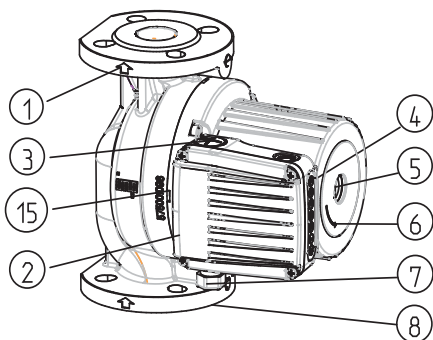

Abb.2
- Die Durchflussrichtung des Fördermediums muss mit dem Pfeil auf dem Pumpengehäuse übereinstimmen (Abb. 2 – Pos. 1).
- Anschlussflanschen sind NP 6/10 (Abb.2 – Pos.8)
- SCRF Pumpen verfügen über ein einfaches Hydraulikgehäuse (Abb.2 – Pos.8)
Das Hydraulikgehäuse der Pumpe darf nur bis zum Spalt zwischen dem Motor und dem Hydraulikgehäuse isoliert werden. Öffnungen zur Kondensatableitung aus dem Statorraum müssen immer frei bleiben, dass gleiche gilt für den Einsatz der Pumpe in Heizsystemen, wenn eine Wärmeisolierung des Hydraulikgehäuses vorgenommen wird (Abb. 2, 3, Pos. 15). Das Elektromotorgehäuse, in dem sich Öffnungen zur Kondensatableitung befinden, darf nie isoliert werden!
Der Einspeiseleiter wird über die Einführung M20 (Abb.2 – Pos.7) angeschlossen.
Lagern. Darum muss vor der Inbetriebnahme die Pumpe mit Wasser gefüllt und entlüftet werden. Zur Entlüftung der Pumpen wird die Schraube auf der Hinterseite des Elektromotors (Abb.2-Pos. 5) herausgeschraubt. Aus der Spalte zwischen der Motorwelle und dem Lager strömt Luft heraus. Wenn Wasser heraustropft, schließen sie die Ventile auf der Ansaug- und Druckseite der Pumpe und starten sie die Pumpe. Die eingebaute Anzeige zeigt ein Drehen der Pumpenachse in die falsche Richtung mit mehrfachen Blinken des roten Lichtes an.
Jede Pumpe kann Bereiche von drei hydraulischen Charakteristiken abdecken. Um das zu erreichen, hat sie einen Elektromotor mit drei verschiedenen Drehzahlen eingebaut. Um gewünschte Charakteristik bzw. Geschwindigkeit auszuwählen, ① ② ③ hat die Pumpe einen Knopf Knopf (Abb. 2, Pos. 4), mit dem man zwischen den Geschwindigkeiten wählt. Einstellung der Geschwindigkeiten bei Pumpentypen SCRF-SCRFD-SCRFED (auto) kann auf Knopfdruck manuell bei der Geschwindigkeit ① ② ③ und automatisch in oder In beiden Fällen funktioniert die Pumpe abhängig von dem Durchlauf bei den Geschwindigkeiten ② ③ automatisch. Bei dem Nachtregime ist noch Mediumtemperatur berücksichtigt und wenn die Mediumtemperatur fällt, schaltet die Pumpe in die Geschwindigkeit ② Fall ($> 10^{\circ} \text{C}$) oder Geschwindigkeit um ① Fall ($> 20^{\circ} \text{C}$) ungeachtet auf Durchlauf. Wenn die Mediumtemperatur um $> 20^{\circ} \text{C}$ steigt, ist wieder die Funktionsweise in Verbindung mit Durchlauf ermöglicht. Diese Funktionsweise ist für die Systeme mit Thermoventilen und Systeme geeignet, in denen die Systemtemperatur in der Nacht fällt.
Die Pumpe ausschalten, Ventile an der Druck- und Ansaugseite der Pumpe schließen, Entlüftungsschraube ausschrauben, einen Schraubenzieher (Abb. 2-Pos.5) in den Schlitz auf der Welle stecken und diese so lange drehen, biss kein Widerstand mehr fühlbar ist. Danach wieder die Entlüftungsschraube einschrauben.